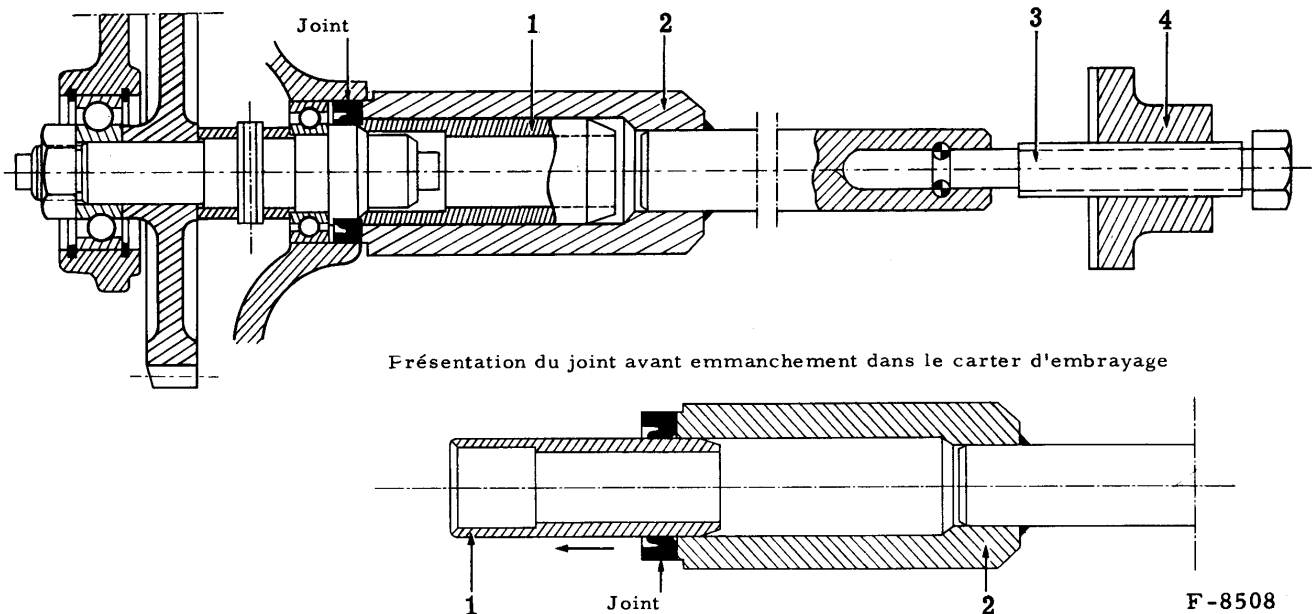

Fig. 64. — Montage du joint d'étanchéité de l'arbre intermédiaire.
- Mettez le joint en place sur la pièce (1) (figure 64), la lèvre tournée vers le bâti arrière; présentez l'ensemble sur l'axe.
- Positionnez la pièce (4) sur le carter d'embrayage à l'aide de 2 vis et vissez la tige filetée (3). Quand le manchon (2) vient en butée sur l'alésage, le joint est en place.